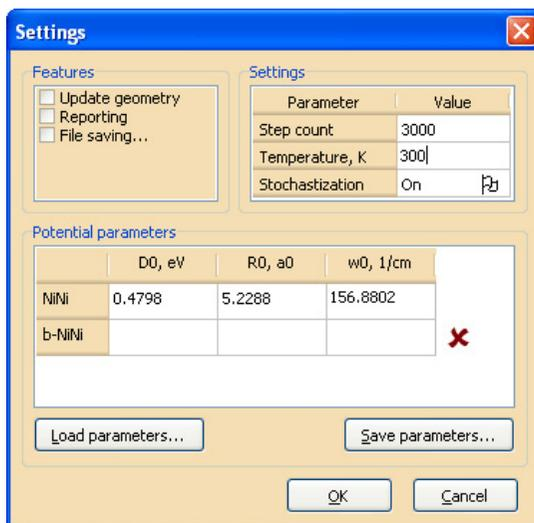

Рис. 28. Диалоговое окно выставления опций и параметров потенциалов для «уголка»  $\text{Ni}_{363}$
19. Выставьте параметры в окне *Settings* по примеру на рис. 28.